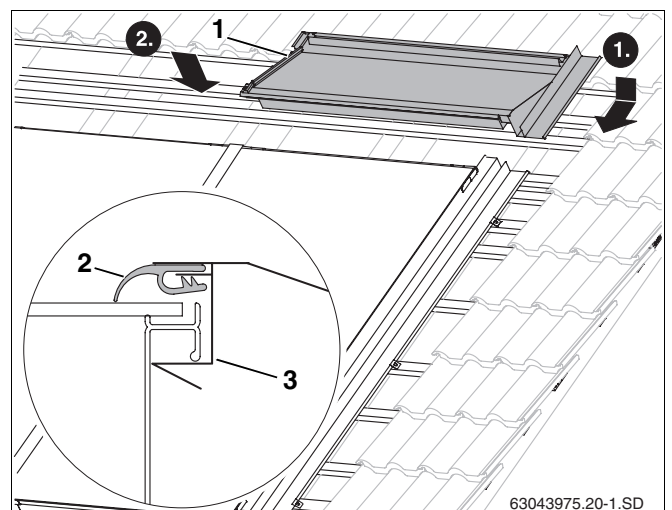

Fig. 55 Chapa de cobertura superior direita
- ▶ Introduzir a chapa de cobertura superior direita (fig. 55, **item 1**) na chapa de cobertura lateral direita.
- ▶ A chapa encaixa, por meio de pressão em cima na chapa de cobertura, por baixo da pega da moldura do colector (fig. 55, **item 3**).
- ▶ Colocar o ressalto de borracha (fig. 55, **item 2**) em cima sobre o colector e puxar à frente.